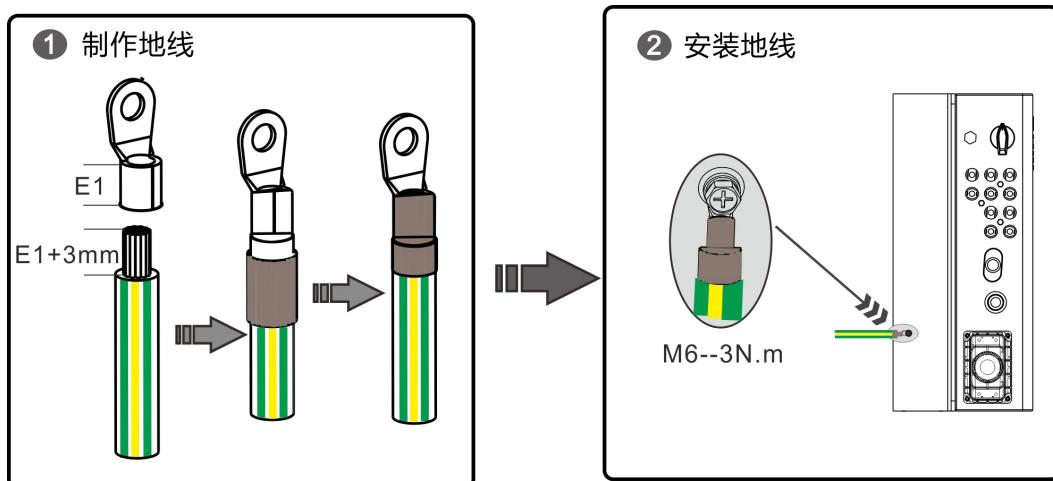

图 3-1 缆制作示意图 (OT 端子)
SN 光伏逆变器外部电缆包含直流输入电缆、交流输出电缆、通讯线缆、保护接地线，进线分布见图 3-1，线缆说明详见表 3-1，客户需要自备线缆如表 3-2 所示。
- (4) 用热风枪吹紧热缩套管，使其裹紧端子和线缆，线缆制作完成(其制作过程如图 3-1 步骤①所示)；
- (5) 将接地线 OT 端子用 M6 的螺钉紧固在接地接口处，紧固力矩 5N.m (具体参考图 3-1 步骤②)。